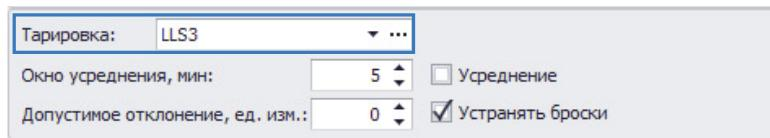

Рис.73. Выбор тарировочной таблицы.
- После создания тарировочной таблицы необходимо вернуться к настройкам настраиваемого датчика уровня топлива – в раздел «Расчет – Параметры расчета», на вкладку «Дизайнер». Затем в поле «Тарировка» выбрать тарировочную таблицу, добавленную ранее в реестр свойств. В рассматриваемом примере это таблица «LLS3» (Рис.73).
- Настроить параметры фильтрации бросков и усреднения (Рис.73).